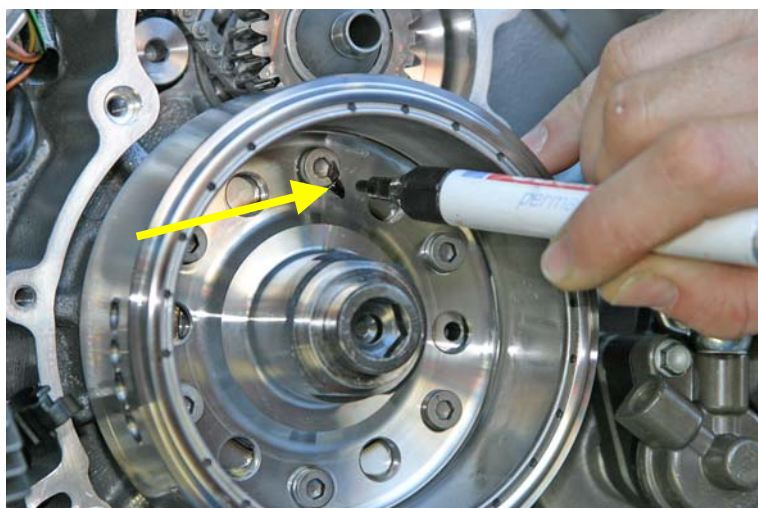

Bild 5
7.) Zwecks Übersicht, die gewechselten Schrauben mit „Edding“ markieren (Bild 5).